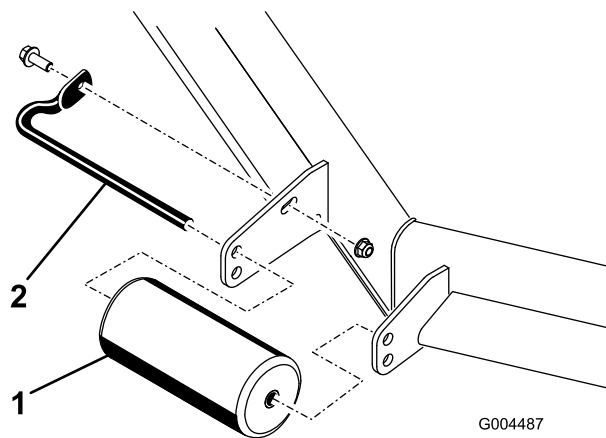

图10
4. 卸下剪草机上固定各个滚筒的紧固件并根据需要上下移动滚筒请参阅适用于您的剪草机的图10至图14。